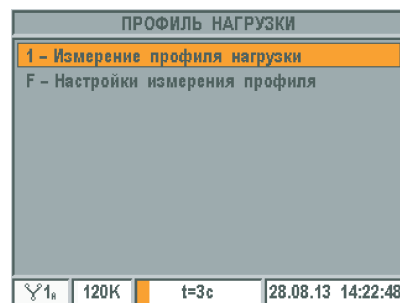

Рисунок 4.29 – «Профиль нагрузки».
По клавише < 6 > или с помощью клавиш < ↑ >, < ↓ > и < Ent > из меню «Измерение» (рисунок 4.3) выбирается пункт «Контроль профиля нагрузки» (рисунок 4.29).
4.2.6.2. По клавише < 1 > или с помощью клавиш < ↑ >, < ↓ > и < Ent > из меню «Профиль нагрузки» (рисунок 4.29) выбирается пункт «Измерение профиля нагрузки».